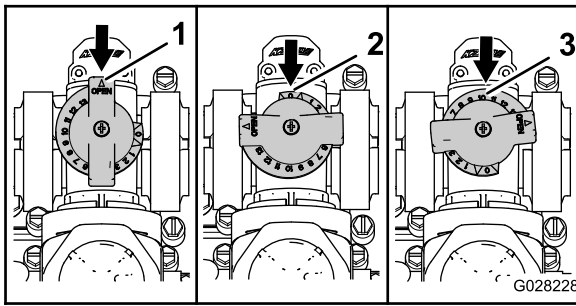

Figura 30
- La Figura 30, A, muestra la válvula de desvío de agitación en la posición de Abierta.
- La Figura 30, B, muestra la válvula de desvío de agitación en la posición de Cerrada (0).
- La Figura 30, C, muestra la válvula de desvío de agitación en la posición intermedia (relativas al manómetro del sistema de fumigación).